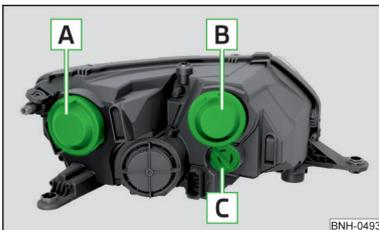

Abb. 188
## Glühlampenordnung » Abb. 188
- Die Schutzkappe **A** » Abb. 188 auf Seite 186 abnehmen.
- Die Schutzkappe **A** » Abb. 188 auf Seite 186 einsetzen.
- › Die Schutzkappe **[B]** » Abb. 188 auf Seite 186 abnehmen.
- › Die Schutzkappe **[B]** » Abb. 188 auf Seite 186 einsetzen.